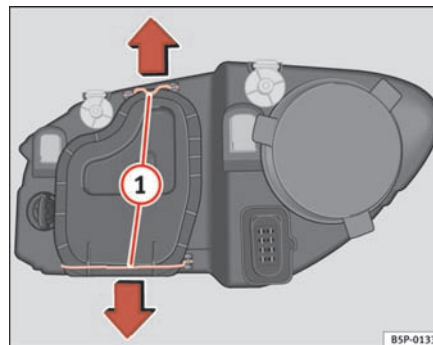

Fig. 181 Nærlys
- Fjern stropperne ⇒ side 246, fig. 181 ① i pilenes retning, og tag afdækningen af.